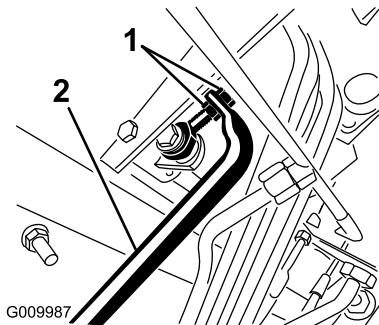

Bild 112
5. Stellen Sie die Klemmmuttern am Pumpenstangenende ein, um das Pumpensteuerungsrohr nach vorne zu verschieben, um ein Kriechen nach vorne zu vermeiden, oder um das Pumpensteuerungsrohr nach hinten zu verschieben, um ein Kriechen nach hinten zu vermeiden (Bild 112).